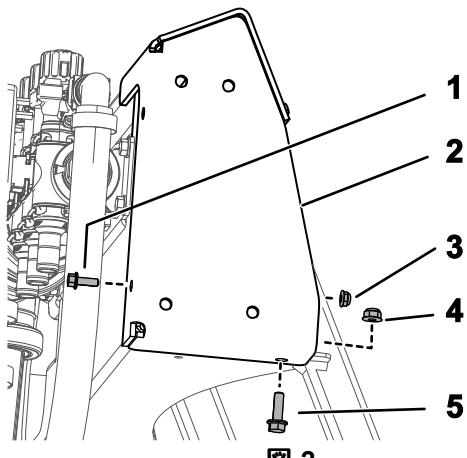

図 2
- 図 2のように、上側ブラケットを取り付けるボルト 1/4-20 x 3/4 インチ 1本、ナット 1/4-20 インチ 1個、ウイズボルト 5/16-18 x 1 インチ, GR5 1個、フランジナット 5/16-18 インチ 1個を使用する。